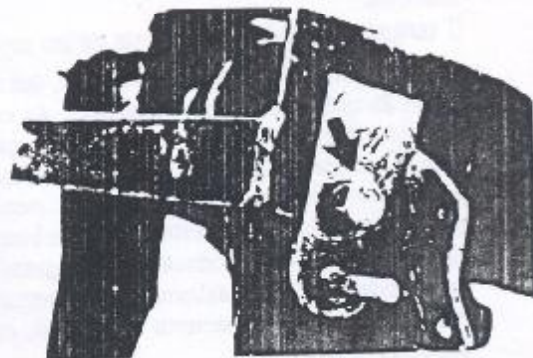

Figura 7.21.4 - Parafuso de fixação do eixo dos pedais.
5. Remover o parafuso de fixação do conjunto do eixo dos pedais do freio e embreagem (Figura 7.21.4).
8. Fixar o conjunto do eixo dos pedais com o respectivo parafuso (Figura 7.21.4).